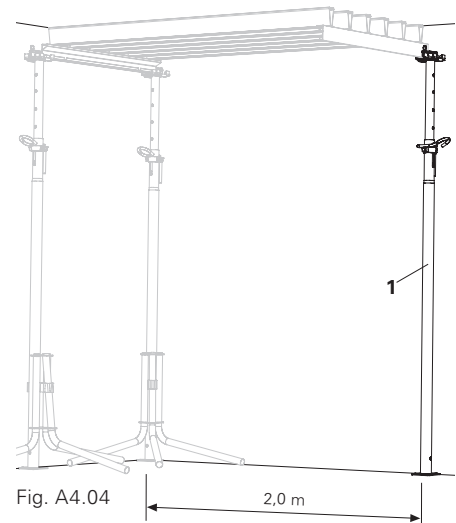

Fig. A4.04
4. Posizionare il terzo puntello con testa di appoggio (1) all'estremità dell'elemento, in posizione inclinata dall'interno, e allineare verso l'esterno, distanza 2,0 m (Fig. A4.04)